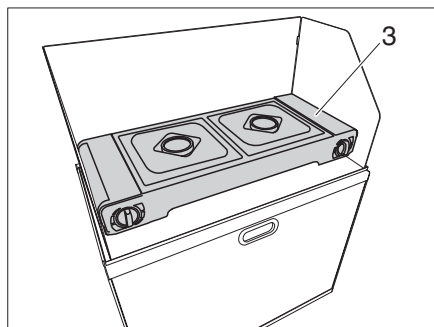

Figure 25 Installer le réchaud à 2 flammes
- Retirer le réchaud à 2 flammes (Figure 25, 3) de la Campbox et l'installer dans le pare-vent.